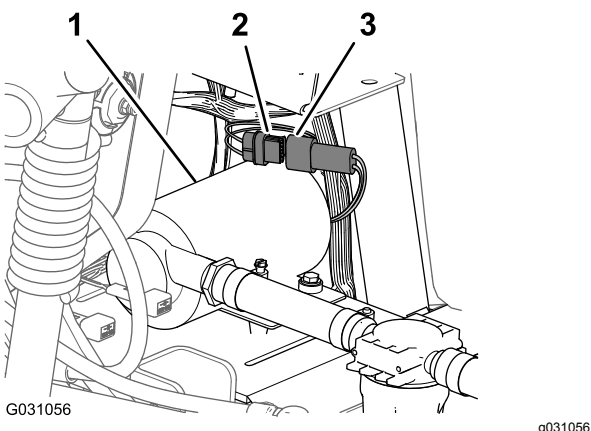

Figura 186
1. Ligue o conector de 6 pinos da cablagem da bomba de lavagem do conector de 6 tomadas da cablagem traseira principal (Figura 186).